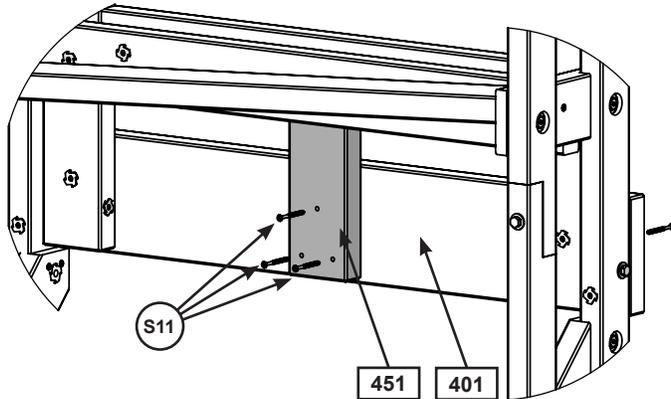

Figure 45.1
A : Centrez le Bloc du toboggan (451) de manière à ce qu'il se situe sous le Support avant TNR (422) et derrière le Support de l'entretoise TNR (401). Fixez le Bloc du toboggan (451) au Support avant TNR (422), depuis l'extérieur, à l'aide de 2 Vis à bois (S11) #8 x 2" (50,8 mm) (figures 45.1 et 45.3).
B : Assurez-vous que l'assemblage d'entretoise est à l'équerre puis installez les 2 Vis à bois (S11) #8 x 2" (50,8 mm) depuis l'extérieur de chaque côté du Support de l'entretoise TNR (401). Depuis l'intérieur, installez 3 Vis à bois (S11) #8 x 2" (50,8 mm) supplémentaires afin de fixer le Bloc du toboggan (451) au Support de l'entretoise TNR (401) (figures 45.1, 45.2 et 45.4).